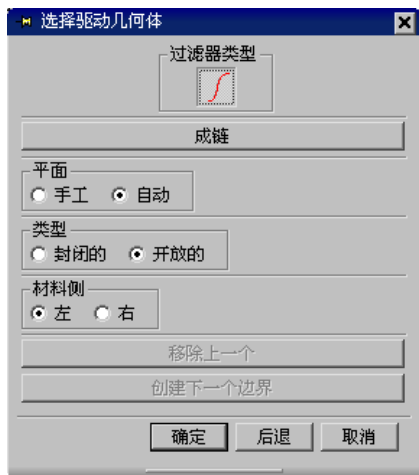
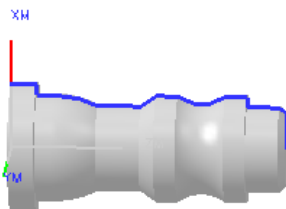

图 7.6.12 “选择驱动几何体”对话框
图 7.6.13 轮廓曲线
Step2. 在“沿着曲线”对话框中选择 ☒ 新驱动曲线 单选项, 然后单击 **选择** 按钮, 系统弹出图 7.6.12 所示的“选择驱动几何体”对话框, 选取图 7.6.13 所示的轮廓曲线, 单击 **确定** 按钮返回到“沿着曲线”对话框。